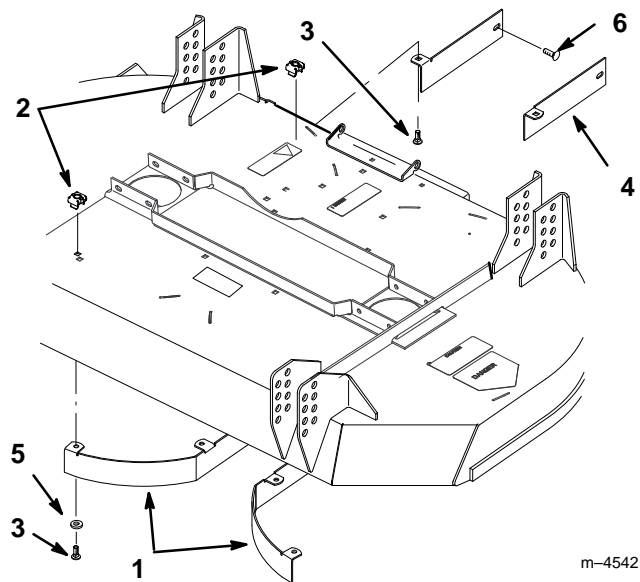

Abbildung 7
2. Kopfschrauben, linke und rechte Ablenkblech-Sicherungsmuttern der Einsackvorrichtung, Schloßschrauben und linkes und rechtes Ablenkblech des Auswurfkanals vom Mäher entfernen (Abb. 7).
3. Linkes und rechtes Ablenkmalech der Einsackvorrichtung im Mäher positionieren und mit (6) 5/16-18 x 3/4" (19 mm)-Schloßschrauben durch die Oberseite des Mähers und (6) 5/16"-Sicherungsmuttern befestigen (Abb. 7).
4. Linkes und rechtes Ablenkmalech des Auswurfkanals im Mäher positionieren und mit (4) 5/16-18 x 3/4" (19 mm)-Schloßschrauben durch die Unter- und Innenseite des Mähers, Unterlegscheiben und (4) 5/16"-Sicherungsmuttern befestigen (Abb. 7).